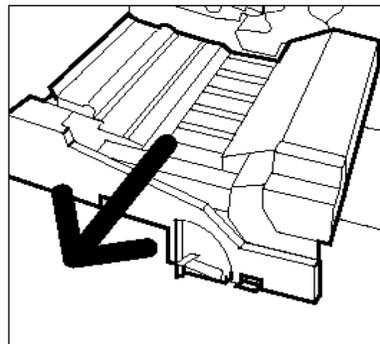

Abb. 35: Papierwegmodul herausziehen
- 4** Das Papierwegmodul herausziehen, bis es vollständig offen liegt (s. Abb. 35).